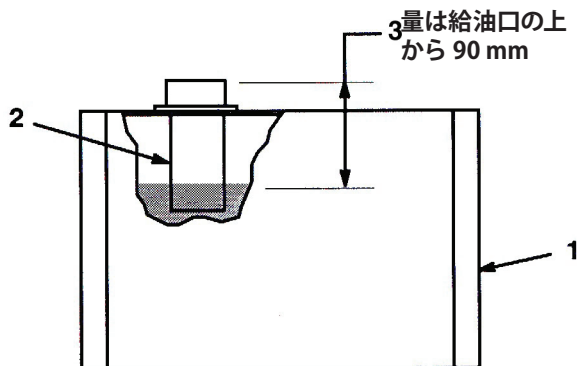

図15
2. オイル・タンク上部にあるキャップを取って油量を点検する。補給口の根元から90 mm 程度下の位置に油面があれば適正とする (図15)。